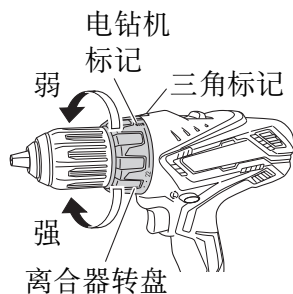

图 5
1. 确认离合器转盘的位置（请参照图 5）
本机采用离合器转盘上的数字“1、3、5……22”以及线来指示旋紧转矩。旋紧转矩在位置“1”时最小，在最大数字处时最大。（请参照第 11 页的图 5）